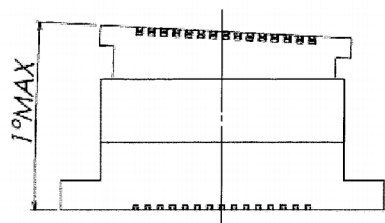
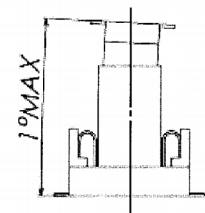

図3/ Fig.3
図4/ Fig.4
- ・嵌合時の許容角度は図3～図4になりますので、記載角度以下で使用して下さい。
/Please mate below the angle of the figure 3, 4.